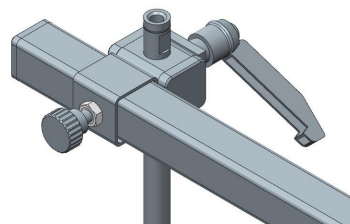

Afbeelding 11: Positie van asschroef 1, asschroef 2 bevindt zich aan de tegenovergestelde kant (niet zichtbaar)
- ▶ Zorg voor een ordelijke schroefverbinding van de asschroeven (2 stuks) in het zwenkbereik van de versnellingsbaksteun (zie afbeelding 11).